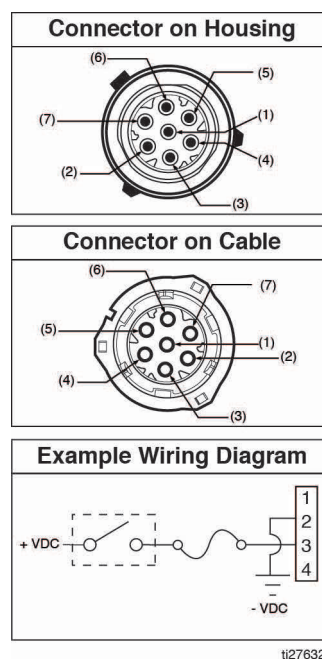

ABB. 4
- Siehe Steckeranordnung in ABB. 4 für die korrekte Position im Stecker.
Stift und entsprechende Kabelfarbe (ABB. 4)